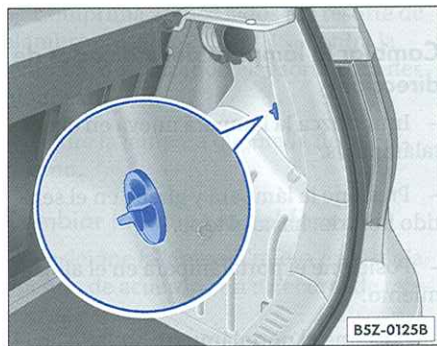

Fig. 156 Fijación de la luz trasera en la carrocería
- Suelte el tornillo de mariposa ⇒fig. 156 y retírelo, sujetando, al mismo tiempo, el conjunto de luces.